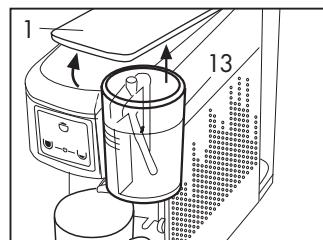

Fig. 16
- Quando comincia l'erogazione del caffè entro 1 secondo premere e tenere premuto il tasto (C) ; rilasciare il tasto (C) quando è stata raggiunta la quantità di caffè desiderata, la macchina terminerà l'erogazione e rimarrà memorizzata la quantità per successive erogazioni.
Ogni volta che viene effettuata l'erogazione del latte sollevare la leva (1), togliere e svuotare il bicchiere (13) risciacquandolo accuratamente. (**Fig. 16**)